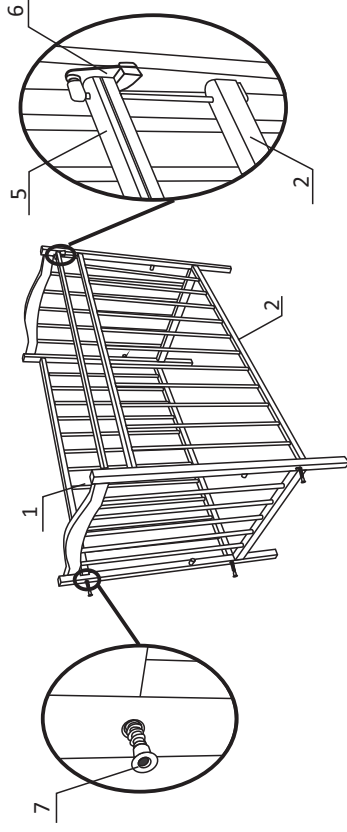

Рисунок 1
2. Собрать боковое ограждение заднее (1) со спинками (3) на 4 винта конфирмата (7). Рис. 1. Собрать переднее боковое ограждение(2) со спинками на два винта конфирмата(7) в нижние отверстия спинок. Собрать механизм опускания(6) (см. рис 1.) для чего вставить металлический штырь в отверстия планки опускания (5) и переднего бокового ограждения(2), ограничить его пластмассовыми втулками и закрепить винтами.